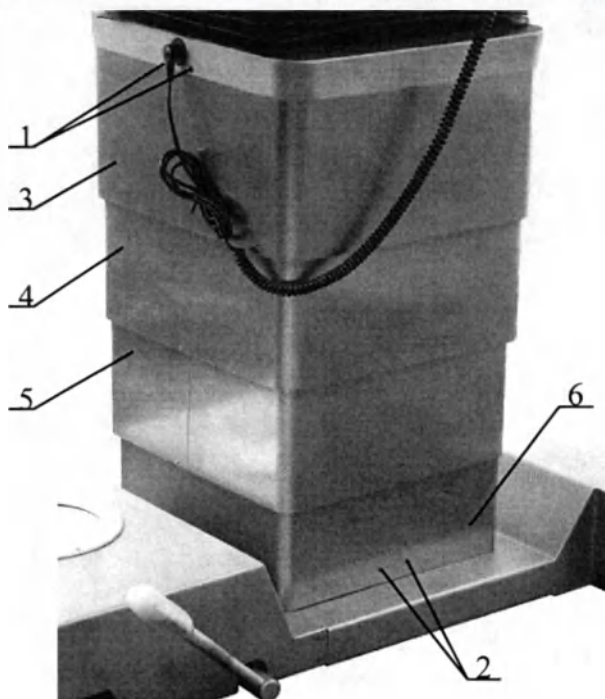

Рисунок 17. Снятие обшивок колонны.
- отверните винты 1 – 4 шт. (Рисунок 17);